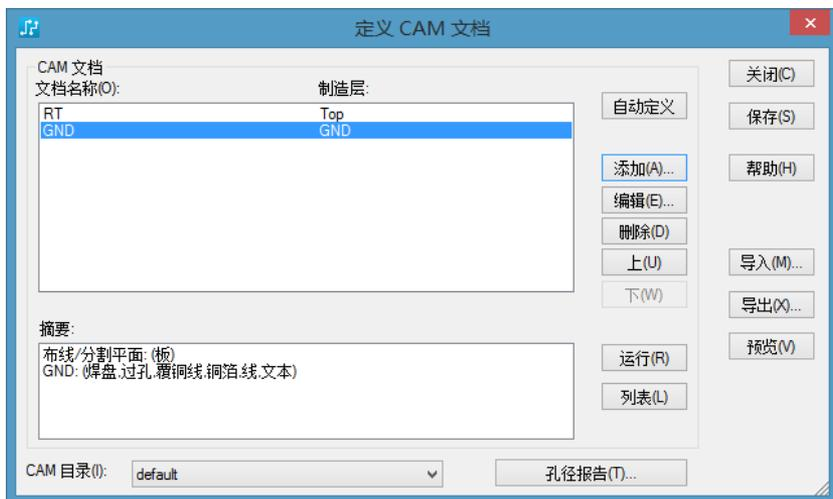

图 16-17 “GND”层的 CAM 文档
- (9) 单击“添加文档”对话框中的“运行”按钮,则进行地平面层光绘文件的输出。
(10) 单击“确定”按钮退出“添加文档”对话框,添加的“GND”层的 CAM 文档在“定义 CAM 文档”对话框中显示,如图 16-17 所示。